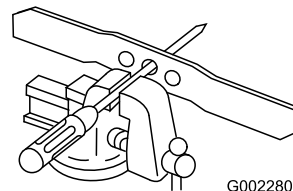

Figura 33
1. Verificați echilibrul lamei prin amplasarea orificiului central al lamei pe un cui sau o urubelniță a cărei coadă este fixată orizontal într-o menghină (Figura 33).